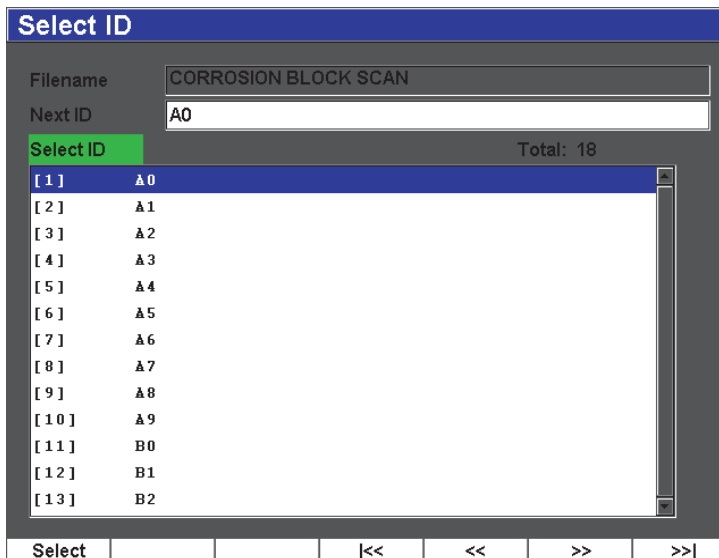

Figure 11-11 Menu Select ID (Sélection d'ID)
- Pour sélectionner dans la liste des identificateurs du fichier ouvert, sélectionnez **File > Select ID** (Fichier > Sélection d'ID) [voir la Figure 11-11 à la page 220].